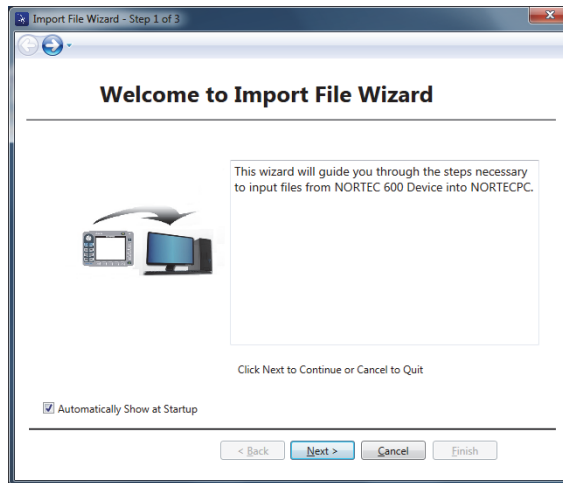

Abbildung 6-1 Dialogfeld Import File Wizard
1. Klicken Sie auf **Next**, um den Dateiimport zu beginnen (siehe Abbildung 6-1 auf Seite 322).